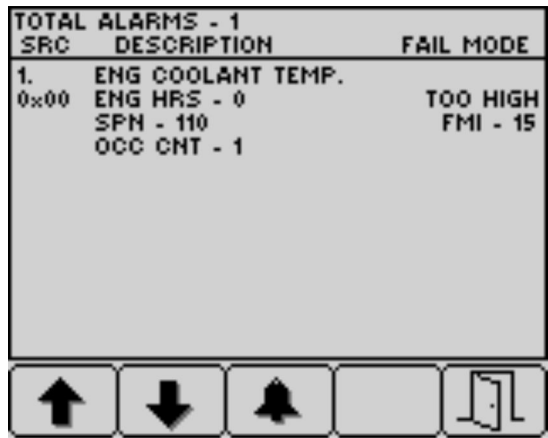

Figura 36
4. Pulse el botón 5 para salir de la lista de fallos activos y regresar a la pantalla de inicio (Figura 36).
5. Pulse el botón 5 para salir de la lista de fallos activos y regresar a la pantalla principal; consulte la Figura 36 en Mensajes de aviso del motor \(página 35\).